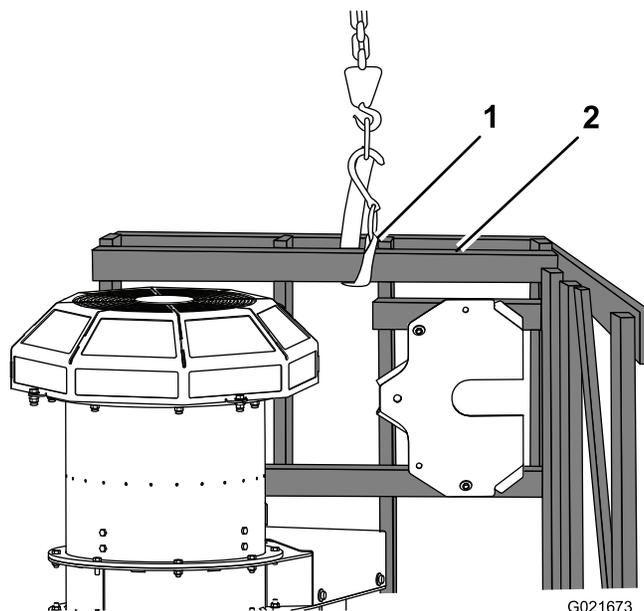

図 4
4. 木箱上面の 2 x 4 角材デッキボードに吊り上げ用のストラップを掛けて木箱を持ち上げて垂直に立たせる（図 4）。